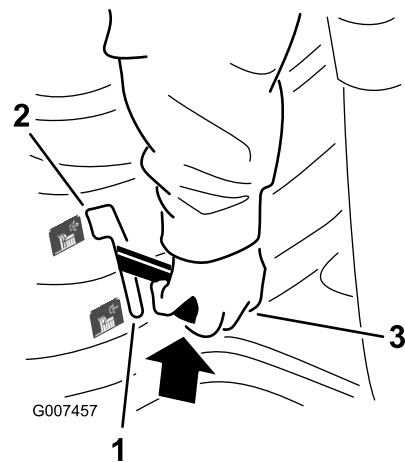

Bild 10
4. Kuppeln Sie den Zapfwellenantrieb (ZWA) aus (Bild 10).